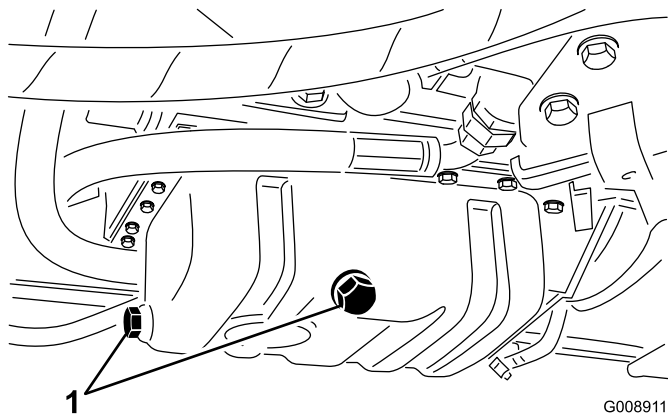

Figura 53
1. Retire cualquiera de los tapones de vaciado (Figura 53) y deje fluir el aceite en un recipiente apropiado. Cuando el aceite deje de fluir, coloque el tapón de vaciado.